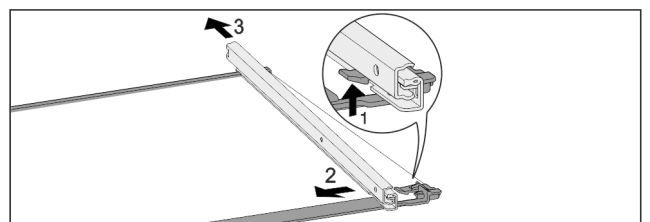

Fig. 84 Tablette en verre avec rails
- ▶ Pousser le crochet d'enclenchement avant vers le bas. Fig. 84 (1)
- Pousser le rail télescopique vers le côté Fig. 84 (2) et vers l'arrière Fig. 84 (3).